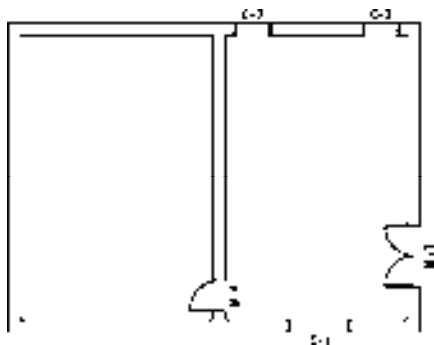

图 5-16 打开素材
- 1) 按〈Ctrl+O〉组合键，打开配套光盘提供的“第 5 章/5.1.3 带形窗.dwg”素材文件，结果如图 5-16 所示。